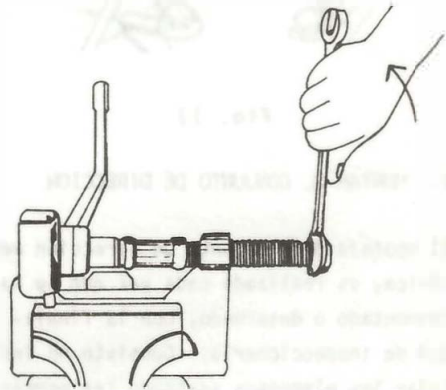

Fig. 14
- b. Instale los bujes del brazo intermedio (fig. 14).